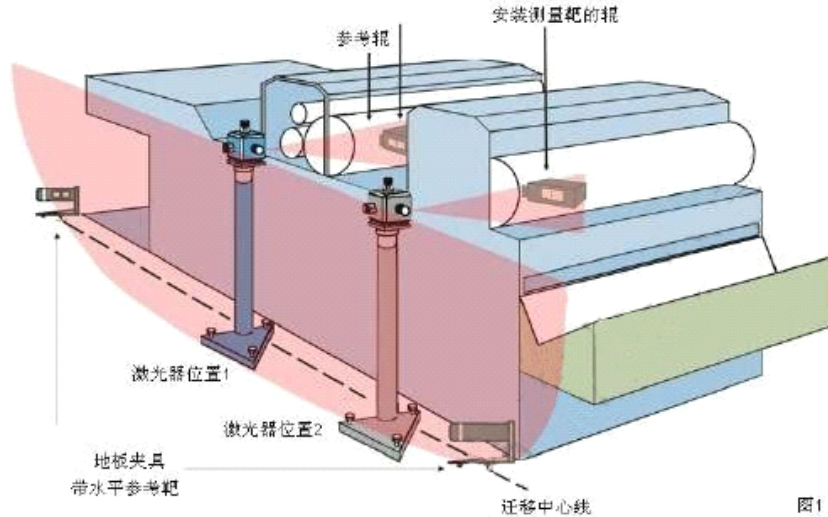

图1
1. 在机器的侧面靠近参考辊的地方，把激光器放在仪器支架上，使用水准仪把激光器调水平。通过观察，使垂直的激光面大致平行于参考辊（见图 1，这时会显示：错误，没有找到参考源 Error, Reference Source Not Found）。
4. 由于激光器位于机器的外部，以及第二个垂直的激光面垂直于第一个激光面，这样实际上第二个激光面就变成了机器的迁移中心线。该迁移中心线在激光器任意一侧的距离都可达到30.5m。要测量其他辊的平行度，必须水平放置两个参考靶来临时建立一条迁移中心线，该测量靶可以放置在地板的夹具上（见图2），或者放在机器的边缘架侧面（见图1）。把两个参考靶清零，这样就形成了一个迁移参考中心线。注意在校准的过程中，不要触碰这条迁移参考中心线。